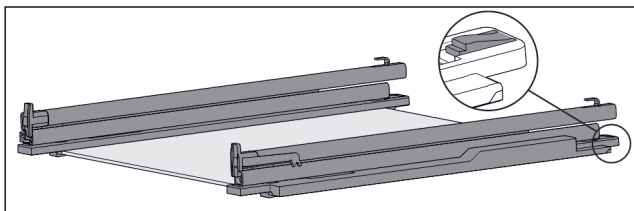

Fig. 99 Placa de vidrio con guías y piezas de sujeción
- ▶ Presione hacia abajo la pieza de sujeción por detrás (consulte Fig. 99) y, simultáneamente, deslice la guía hacia atrás.